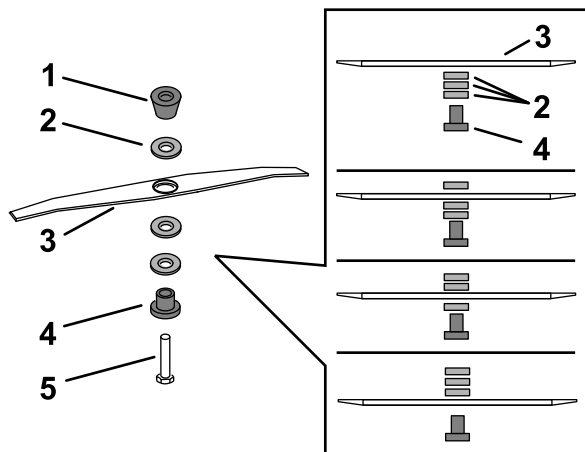

Figura 29
5. Utilizai cheia furnizată împreună cu maina pentru a îndepărta lama rotind urubul acesteia în sens invers acelor de ceasornic (Figura 29).